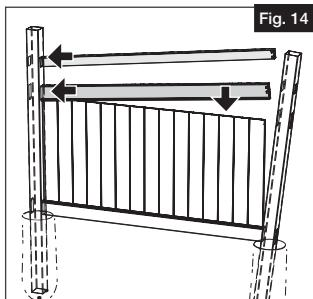

Fig. 14
- a. Sujete el travesaño intermedio en el lado izquierdo de la ranura del poste y sólo entonces guie el travesaño encima de las tablas en punta. Introduzca el travesaño superior en el orificio ranurado izquierdo del primer poste únicamente (Fig. 14).